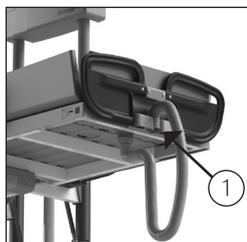

Figure 8 Drainage de l'eau.
L'eau du Sirocco Basic / Sirocco Deluxe est conduite vers une évacuation via le tuyau de vidange. Pour ce faire, sortez le tuyau de la cavité (1) et amenez-le au point d'évacuation le plus bas possible (Voir figure 8). Pendant le transport, clipsez toujours le tuyau dans l'encoche de la plaque de couchage afin d'éviter les fuites et les égouttements.